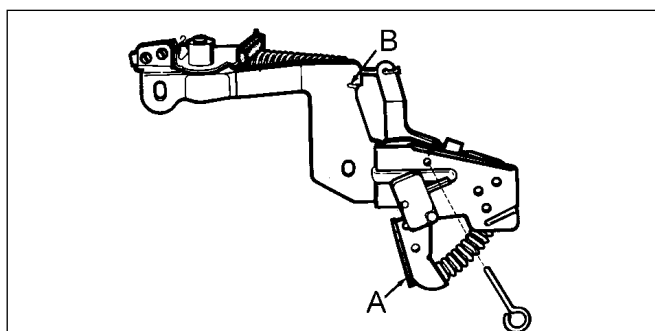

Abb. 4
- Drücken Sie die Feder zusammen, indem Sie den Bremshebel in Richtung des Zündsteckers bewegen. Sobald die Öffnung im Bremshebel **(A)** auf einer Linie mit der Öffnung im Bremsschenkel **(B)** liegt, blockieren Sie den Bremshebel mit Hilfe des Sicherungsstifts (Werkzeug-Nr. 670298) (Abb. 4). Nehmen Sie das Schwungrad heraus und führen Sie die im Abschnitt **ZÜNDUNG** dieses Handbuchs beschriebenen normalen Wartungsarbeiten durch. Achten Sie darauf, daß Sie den Bremsklotz bzw. den Bremsmechanismus nicht beschädigen.